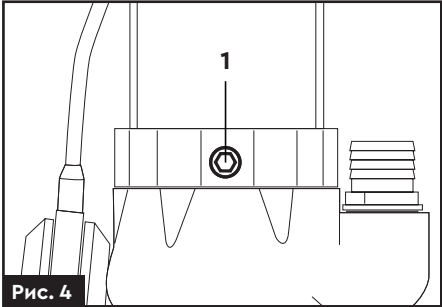

Рис. 4
- Перевірте рівень оливи в оливній камері, яка розташована у нижній частині двигуна. Пробка для контролю та заливу оливи (1) (рис. 4) також розташована у нижній частині двигуна насоса.